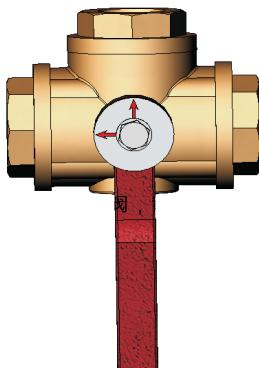

图7 L型三通换向阀
- ★ 设置DN40L型三通球阀(连接示意图中序号7到连通 “泵–泡沫储存液” 的位置 (见图7指示箭头位置, 以下类同)。保证试机时隔膜泵马上有泡沫液流入。